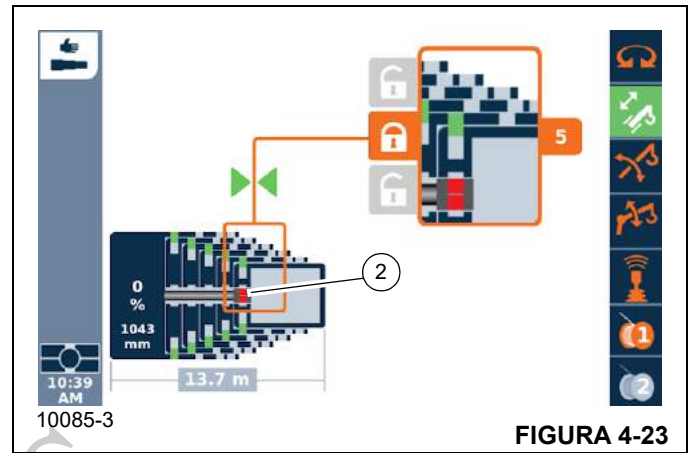

FIGURA 4-23
2. Confirme a seleção — os pinos de bloqueio do cilindro telescópico (2, Figura 4-23) serão retraídos.